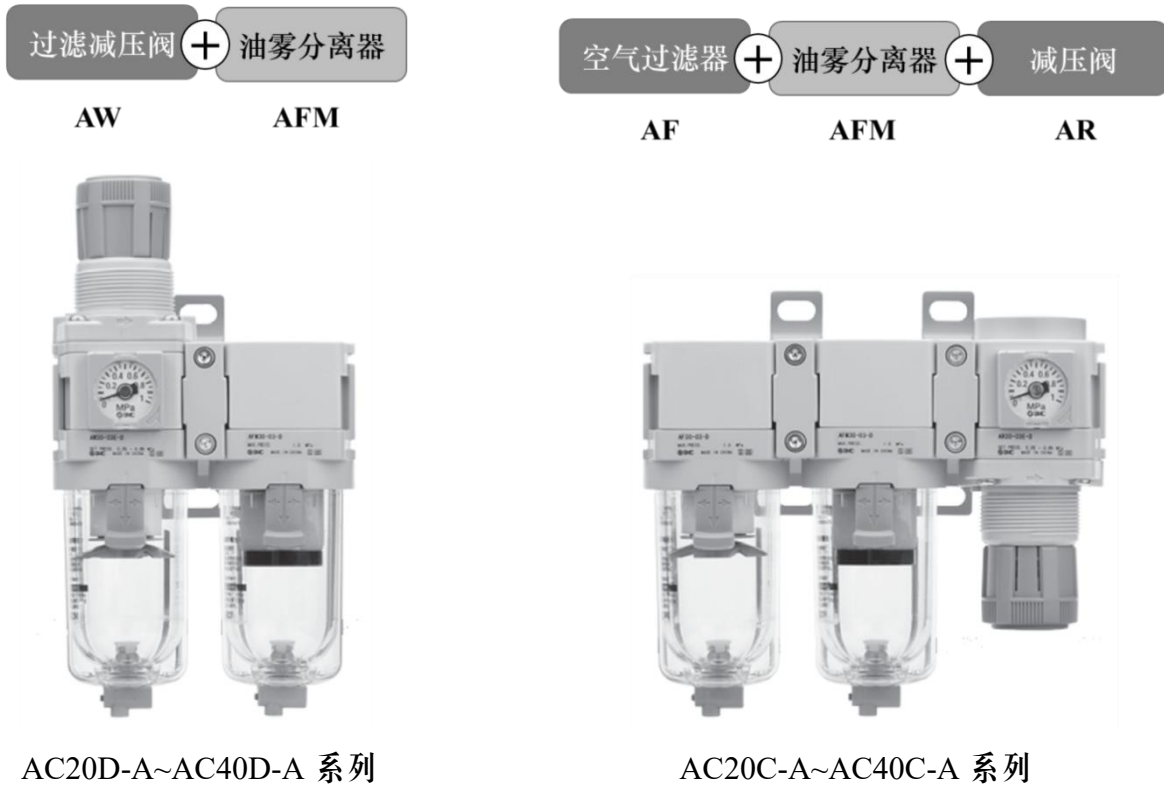

图2. 调压过滤器组合
①在主管路中配备压缩空气干燥机，过滤掉压缩空气中产生的大部分水分，过滤后的压力露点可达到 -20°C ；
②选择任意与图 2 一致的调压过滤器组合安装在定位器管路的前端，安装时需过滤减压阀（空气过滤器）在前，油雾分离器在后，要求过滤器过滤粒径在 $5.0\mu\text{m}$ 以上的颗粒，最高残余油